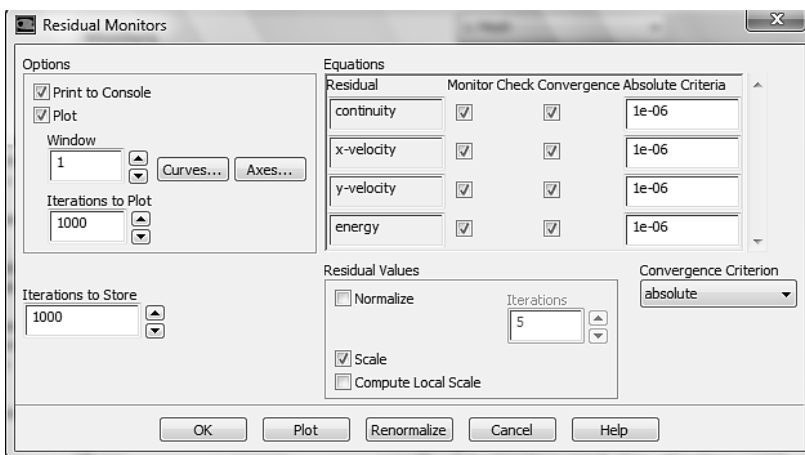

Рис. 3.29
3) Во вкладке Monitors кликаем по Residuals-Print, Plot, откроется окно, в котором мы можем регулировать величину «невязок», задаем во всех полях значение 10^{-6} (см. рис. 3.29).